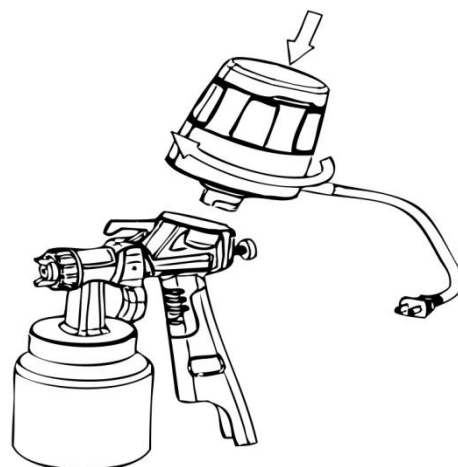

Рис. 4
- Установите электродвигатель на корпус распылителя. Соедините разъемы на корпусе и поверните двигатель по часовой стрелке для надежной фиксации на краскораспылителе (См. Рис.4)